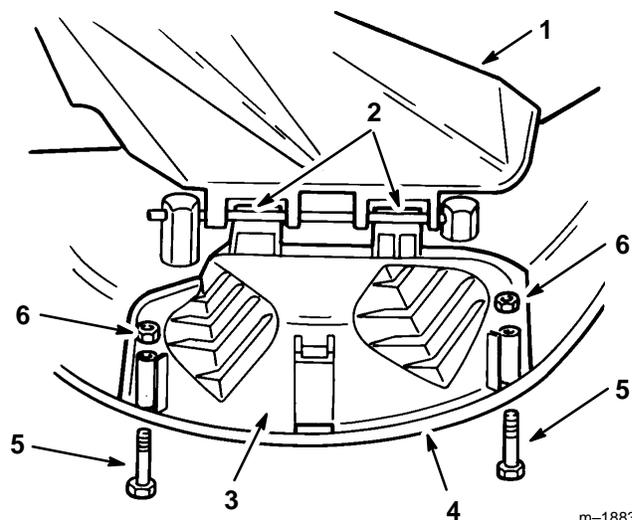

Figure 13
2. Soulever le déflecteur d'herbe et glisser les pattes d'accrochage de l'obturateur d'éjection sous la tige de pivotement du déflecteur d'herbe. Abaisser l'obturateur d'éjection jusqu'à sur le bord inférieur de la tondeuse pour fermer l'ouverture (Fig. 13).
3. Fixer l'obturateur d'éjection au bord inférieur de la tondeuse à l'aide des boulons et des écrous (Fig. 13).